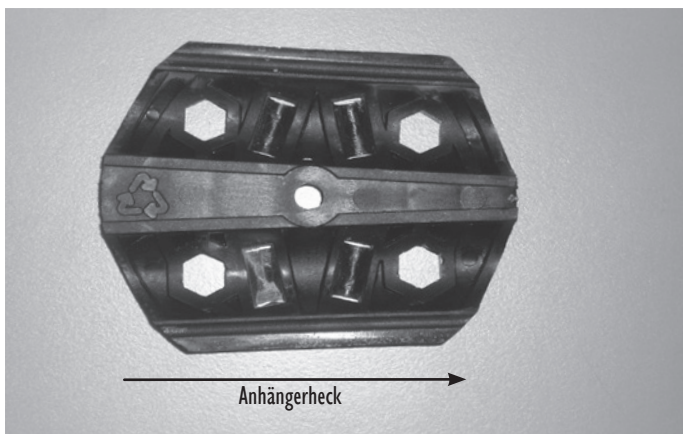

Abbildung 17: Innere Schiebebügelaufnahme
3. Beachten Sie dabei bitte die korrekte Montagerichtung: Das schmale Ende der Aufnahme muss zum Anhängerheck weisen (s. Abbildung 17 & 18).